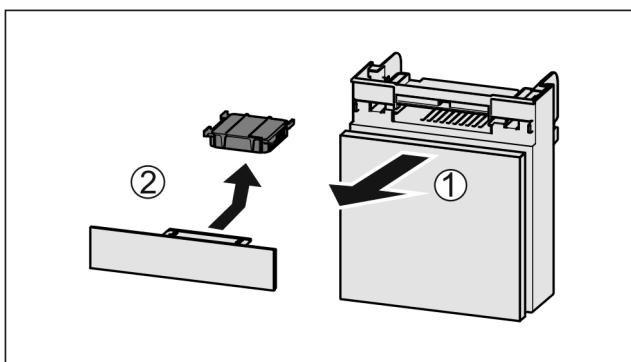

Fig. 88
- Издърпайте Fig. 88 (1) напред отделението.
- Извадете Fig. 88 (2) филтъра с активен въглен.